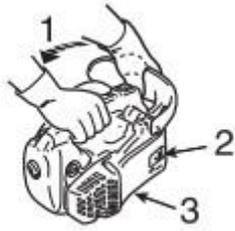
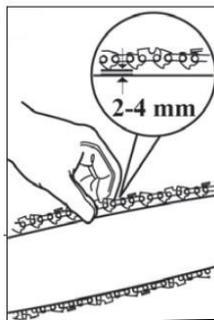

Fig. 2
Fig. 4
- Tirare la protezione paramani (Fig. 2-①) verso di sé e assicurarsi che il freno catena non sia attivato.
- Svitare i dadi (Fig. 2-②) con l'apposita chiave in dotazione e rimuovere il carter frizione (Fig. 2-③).
- Rimontare il carter frizione (Fig. 2-③) ed avvitare i dadi di fissaggio (Fig. 2-②) con le mani, senza serrarli definitivamente se prima non si è messa in tensione la catena.
- Serrare i dadi (Fig. 2-②) tenendo sollevata la parte anteriore della barra (Fig. 3A-②). Verificare il corretto scorrimento della catena nella guida della barra e la sua corretta tensione facendola scorrere con entrambe le mani. La perfetta tensione della catena si ha quando può essere sollevata al centro di circa 2-4mm dalla barra, come illustrato nella Fig. 4.